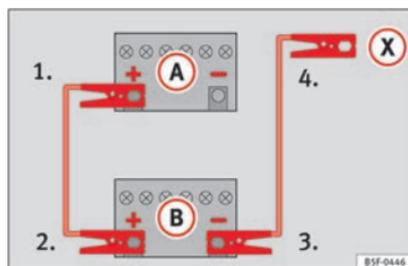

Fig. 70 Esquema de ligação para veículos sem sistema Start-Stop.
» **Fig. 70**.
- Em veículos sem sistema Start-Stop:* ligar uma extremidade do cabo *preto* de emergência ao polo negativo **(-)** do veículo que fornece a corrente **(B)** » **Fig. 70**.